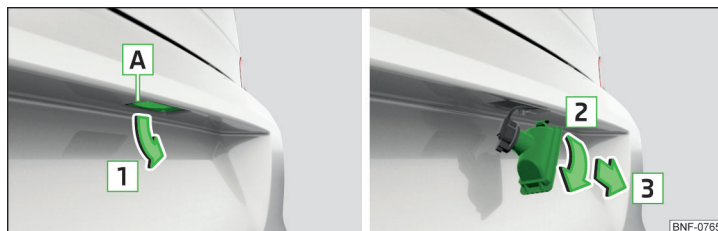

Bild 178 Ta ut lampen till nummerskyltbelysningen
- För in en spårskruvmejsel i spalten i området **A** » bild 178 och lossa lampen i pilens riktning **1**.